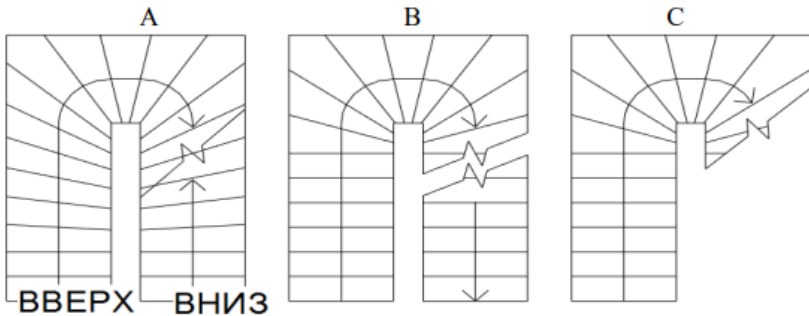

Рисунок 9.3 - Відображення сходи з забіжними ступенями в плані. Стандартне. Налаштована для «проміжного» і «першого» поверху
«Графіка»). Пропонується два варіанти - «одинарний» або «подвійний зигзаг» у лінії розриву (рис. 9.3 А, В).
1. За замовчуванням в плані, на марші сходів, відображається стрілка типу / стилю «Автоматичне напрямок вгору / вниз». Її напрямок не завжди збігається з «підйомом» (наприклад, на сходах йде вниз від поточного рівня - ганок, останній поверх). Стрілка супроводжується текстом, що вказує її напрямок - Вгору / Вниз, який зазвичай на кресленнях не використовується (рис. 9.3).
2. Для багатоповерхових сходів, на проміжному поверсі прийнято використовувати подвійну лінію розриву (рис. 9.3 В)
Приховати частина ліній у окремій сході (при наявності на кресленні сходів, що починаються на даному рівні (рис.9.3 С) і мають підйом і з попереднього рівня (рис. 9.3 В)):